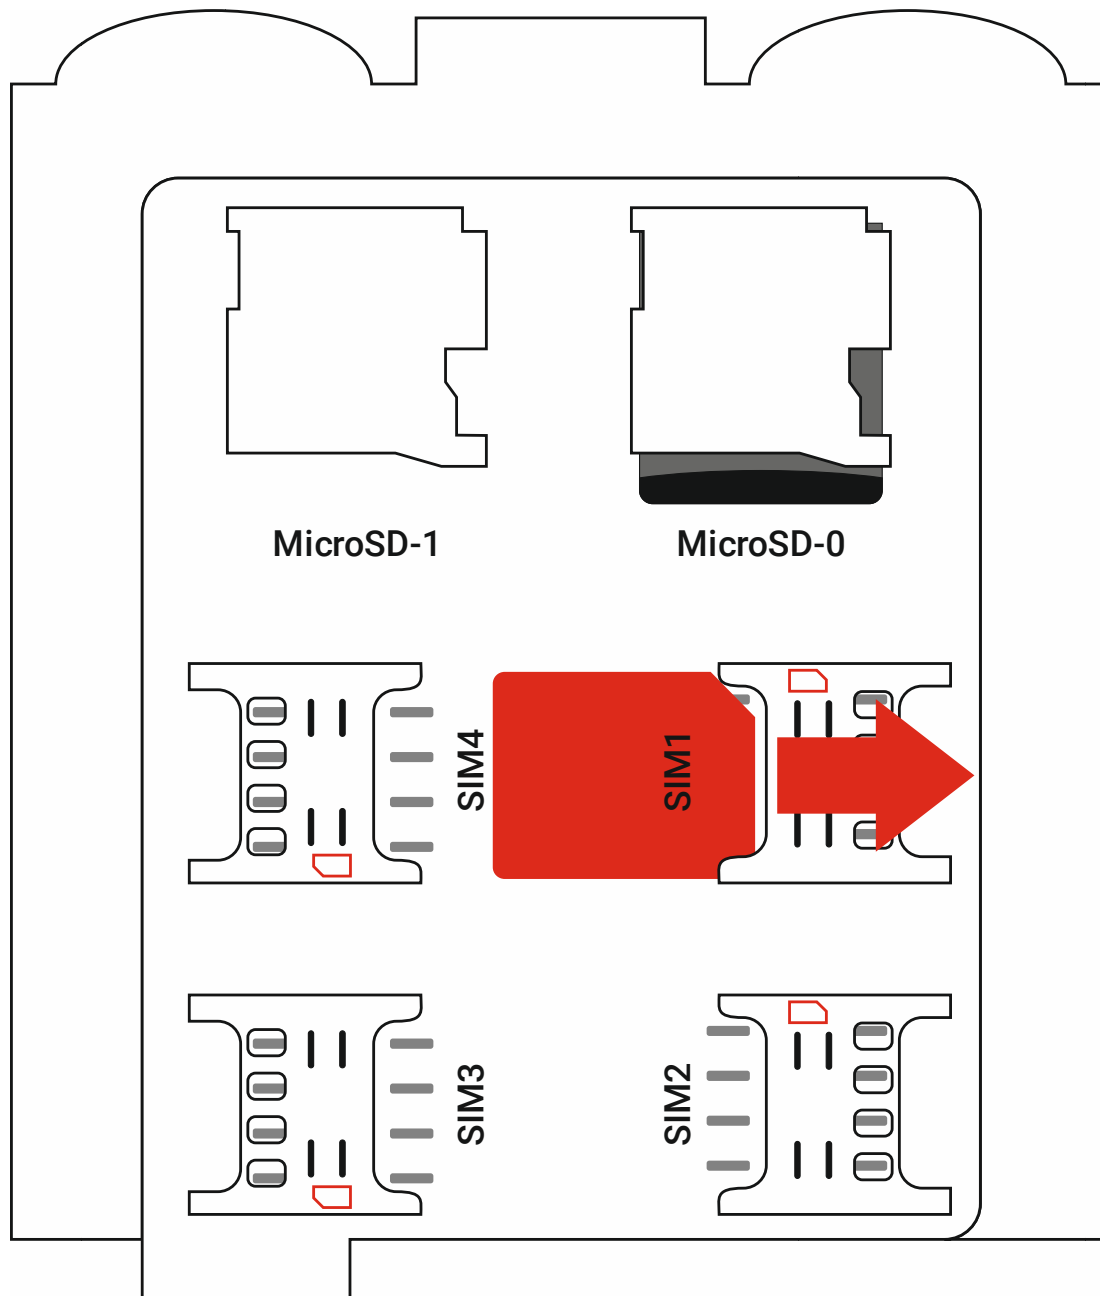

Рисунок 3. Установка SIM-карт
- 8.7. Для работы прибора в VPN-сети необходимо поместить файл «vpn.json»² с корректными настройками подключения на внешний накопитель, устанавливаемый в разъем MicroSD-1 (см. рисунок 3). Описание файла «vpn.json» приведено в руководстве по эксплуатации³.
Для ручной настройки сетевых параметров (IP-адрес, шлюз, маска, DNS) необходимо поместить файл «network.json»⁵ на внешний накопитель, устанавливаемый в разъем MicroSD-1 (см. рисунок 3). Перед этим откройте файл любым текстовым редактором (например, Notepad) и введите параметры в соответствии с конфигурацией вашей сети. При необходимости уточняйте параметры сети у вашего системного администратора.